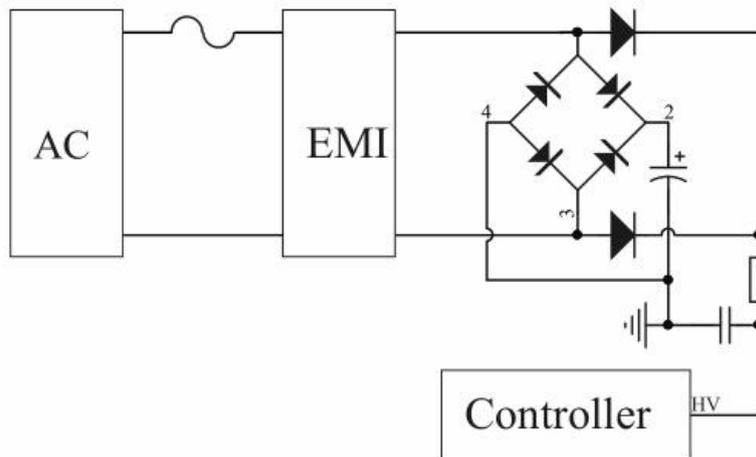

图 1：高压启动电路
DK045GCF 包含多功能高压 (HV) 引脚。为达到快速启动，内部集成了高压启动电路，可以快速启动电源同时能够有效降低待机功耗，如图 1 所示，能够快速准确监测输入电压，在输入掉电